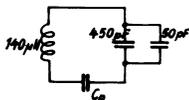

Fig. 50
50. a) Berechne die Paddingkapazität C_p des Oszillatorkreises nach Fig. 50 für eine Resonanzfrequenz von $750\ \text{kHz}$. b) Wie groß ist der Gütefaktor der Spule, wenn ihr ohmscher Verlustwiderstand $11\ \Omega$ beträgt?